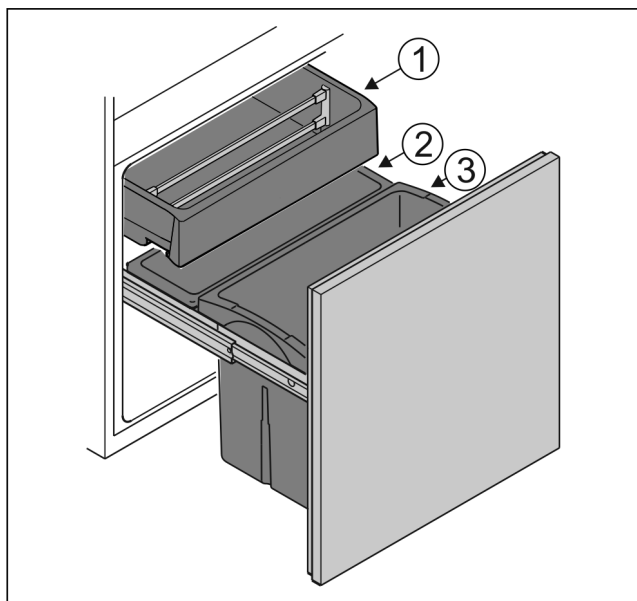

Fig. 6
- ▶ Резервуар Fig. 6 (1): Хранить не упакованные южные фрукты и овощи.
- ▶ Резервуар Fig. 6 (2): Хранить не упакованные мелкие фрукты и овощи.
- ▶ Резервуар Fig. 6 (3): Хранить отдельные бутылки.